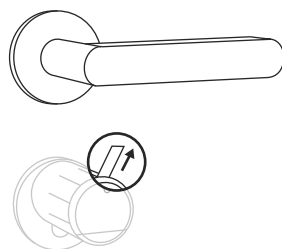

Fig. 7
- ⑦ Si vous ne l'avez pas encore fait, retirez la bande de protection des batteries du compartiment des piles sur le bouton intérieur (Fig. 7).
- 2 Collez les coussinets adhésifs joints aux positions représentées sur le plan et retirez les pellicules de support (Fig. 7).